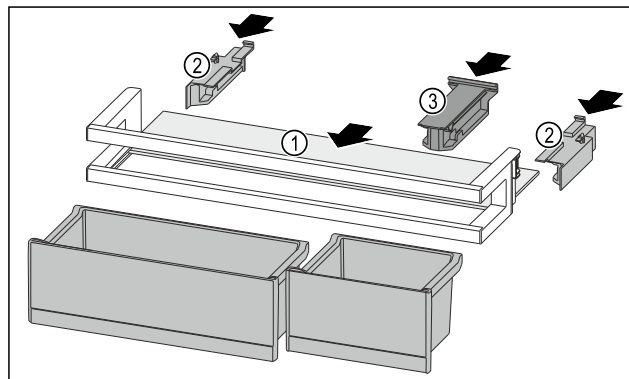

Fig. 88
- Tolja be a tárolólapot Fig. 88 (1) az oldalsó mélyedésekbe.
- Helyezze be az oldalsó részeket Fig. 88 (2).
- Helyezze be a tartóelemet Fig. 88 (3).